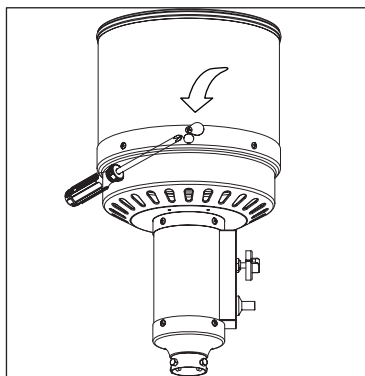

Figura 1
1. Gire la perilla de control a la posición "APAGADO" (O).
3. Abra el pozo de engrase deslizando la cubierta hacia ambos lados (Figura 1).